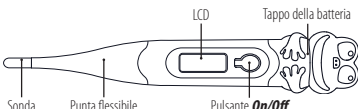

Figura 1: Componenti del termometro digitale
1. Premere il pulsante *On/Off* vicino al display LCD nella Figura 1. Verrà emesso un segnale acustico mentre lo schermo mostra **188.8°C**, seguito dall'ultima temperatura registrata. Dopo aver mostrato la temperatura dell'autotest, il termometro è ora in modalità di test.